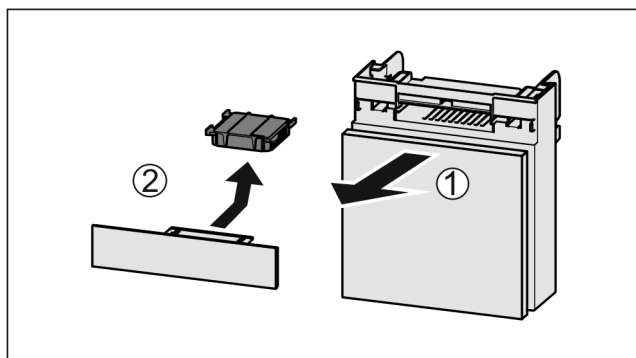

Fig. 236
- ▶ Zásuvku vytáhněte dopředu Fig. 236 (1).
- ▶ Filtr s aktivním uhlím vyjměte Fig. 236 (2).